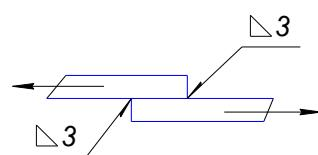

Рис. 6
6. Проверить прочность сварного соединения листов (рис. 6). Дано:  $Q=10^4 \text{ Н}$  – нагрузка,  $L = 200 \text{ мм}$  – длина сварных швов,  $[\sigma] = 100 \text{ МПа}$  – допускаемое напряжение для материала шва.